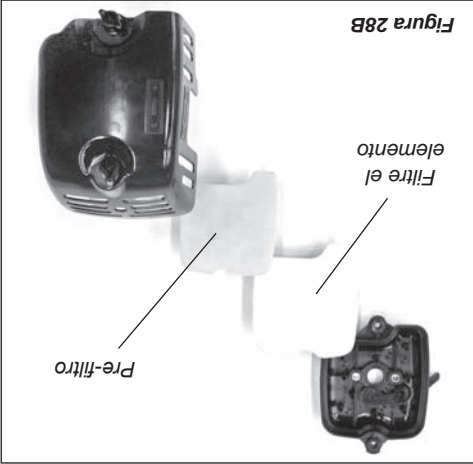

Figura 28B
2. Inspeccione el elemento del filtro de aire. Si el elemento esta dañado o deformado reemplácelo por uno nuevo. Consulte la Figura 28B.
4. Revise el elemento del limpiador de aire. Si está deformado o dañado, reemplácelo por uno nuevo. Consulte la Figura 28B.